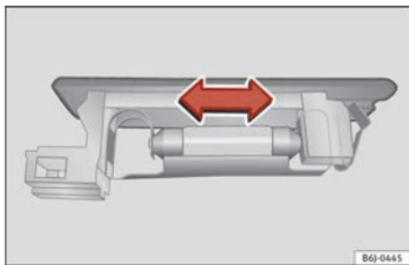

Fig. 195 Luce del bagagliaio.
- Premere lateralmente la lampada ed estrarla dalla sede »» fig. 195.